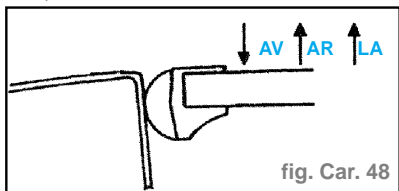

fig. Car. 48
- Positionner le régleur sur sa tranche au niveau de la carre de pavillon et visualiser l'affleurement avec le panneau mobile sur au moins trois points (fig. Car. 48).